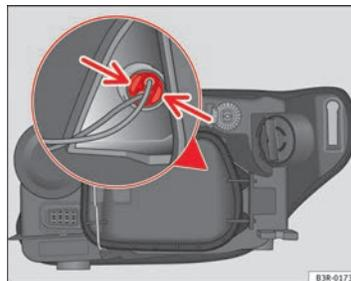

Fig. 201 Luz de posición (lado exterior vehículo)
- Presione ligeramente las pestañas del portalámparas ⇒ fig. 201 y tire hacia la tapa (también se puede extraer tirando de los cables del portalámparas).